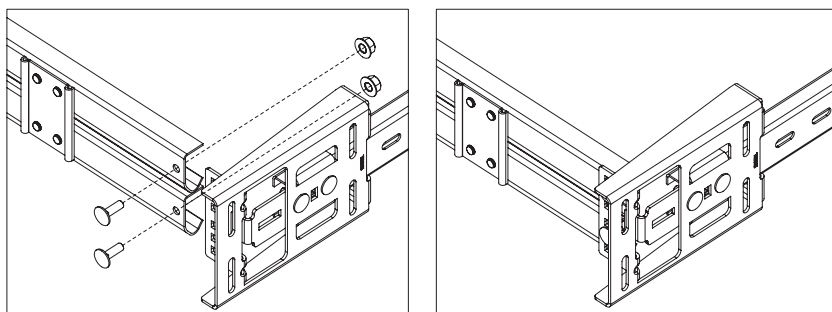

Рис. 14.2
- установить снаружи два болта М8×25 с полукруглой головкой в отверстия кронштейна ТВ1915 и горизонтальных направляющих (рис.14.2).